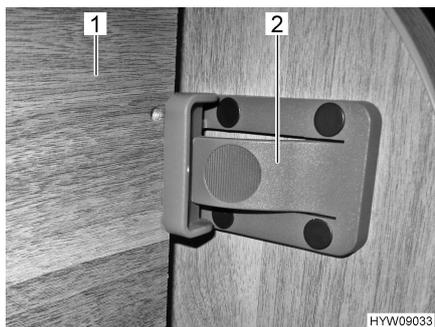

Fig. 33 Retención delantera
- Levantar la cama (Fig. 33,1).
- Retener la cama con el pestillo (Fig. 33,2) en la pared del mueble.
- Presionar el pestillo (Fig. 33,2).